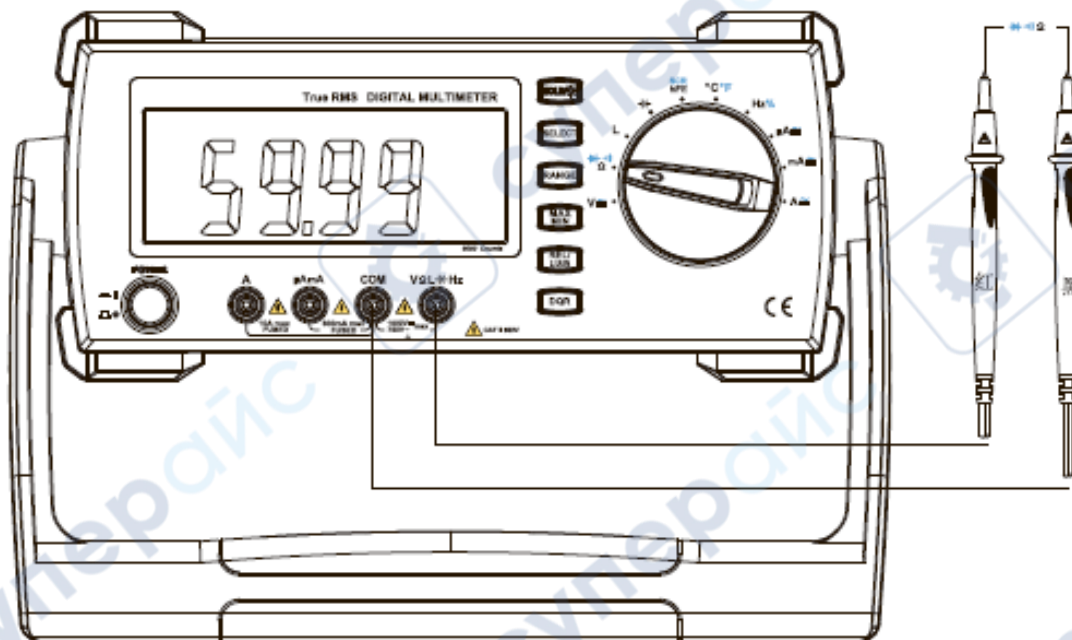

Рисунок 2
- b) Поверните переключатель в положение Ω , нажмите кнопку **SELECT** для входа в режим измерения сопротивления (рисунок 2). Подключите щупы параллельно нагрузке.
б) Поверните переключатель в положение Ω , нажмите кнопку **SELECT** для входа в режим измерения диодов (рисунок 2). Подключите щупы параллельно нагрузке.